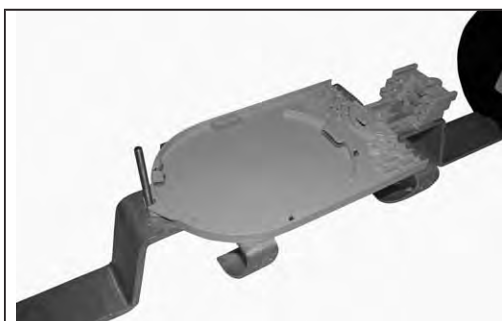

Figura 71
12.1 Instale a bandeja de transição na barra de gerenciamento (figura 71).